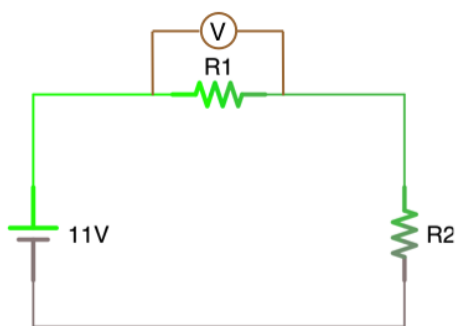
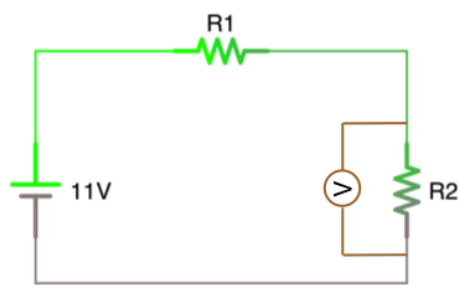

Figura 2a
Figura 2b
4. Mida la diferencia de potencial entre los terminales de cada resistencia colocando el voltímetro en paralelo primero con la resistencia R_1 (figura 2a) y luego con R_2 (figura 2b). Anotar los datos en tabla No. 2.